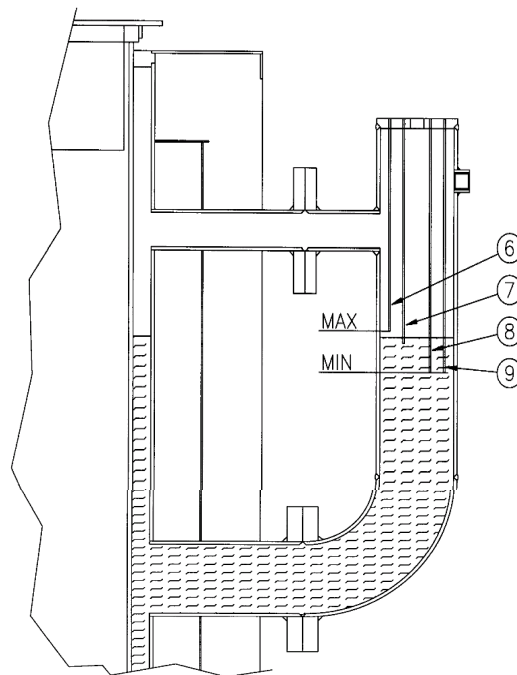

Рис.7
Автоматический регулятор уровня – электропроводимый, с электронными реле, расположенными на шкафу управления. Функционирование предусматривает запуск и остановку питательного насоса, и защиту от низкого уровня: (Рис. 7)
6. Открыть сливной вентиль котла и проверить по указателю уровня, когда срабатывает датчик включения насоса (7 Рис. 7);
7. Установить переключатель насоса в положение "0", оставив открытым сливной вентиль и проверить уровень срабатывания предохранительных датчиков (8 и 9 Рис.7) с учетом данных таблички минимального уровня;